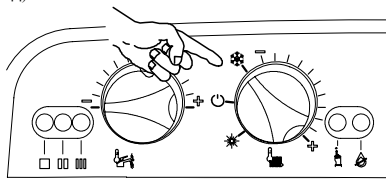

Fig. 2.32
- 2 Установить Переключатель режима работы / Рукоятку регулирования температуры отопления как указано в Fig. 2.32; индикаторная лампа будет мигать с перерывом в 2 секунды.